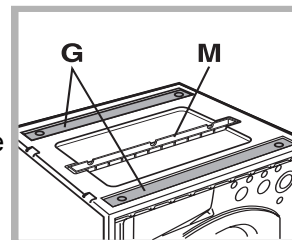

Fig. 10
(fig.10) se găsesc: 2 bare transversale (G) 1 banda (M). În interiorul tamburului mașinii se găsesc: 4 picioare de reglare suplimentare (H), 4 șuruburi (I) 4 șuruburi (R), 4 mufe (piulițe) - L, 2 dispozitive pentru plintă - Q.